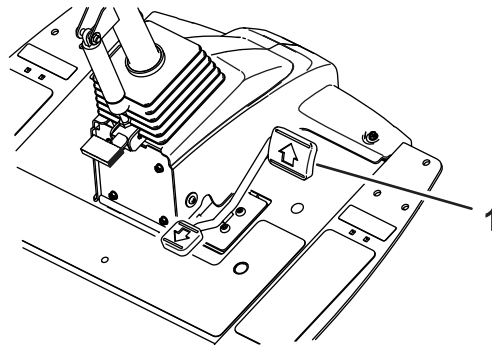
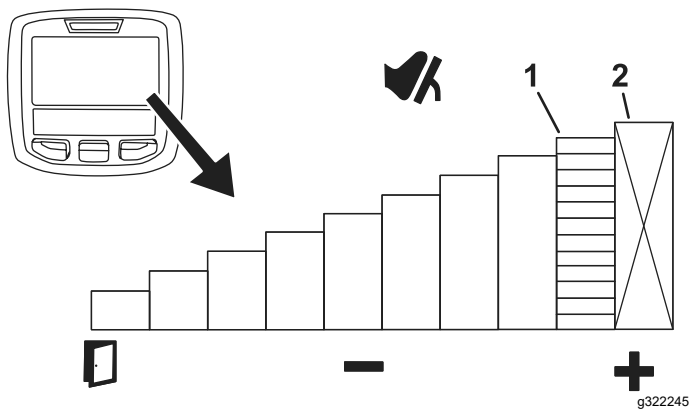

Figure 46
Figure 47
Pour régler temporairement la vitesse maximale de la machine, poussez la pédale de déplacement complètement en avant (Figure 46). Vous pouvez régler une vitesse séparée pour le mode Tonte et le mode Transport (Figure 47).
- Pour accéder à cette fonction, appuyez sur le bouton central de l'InfoCenter (Figure 47).